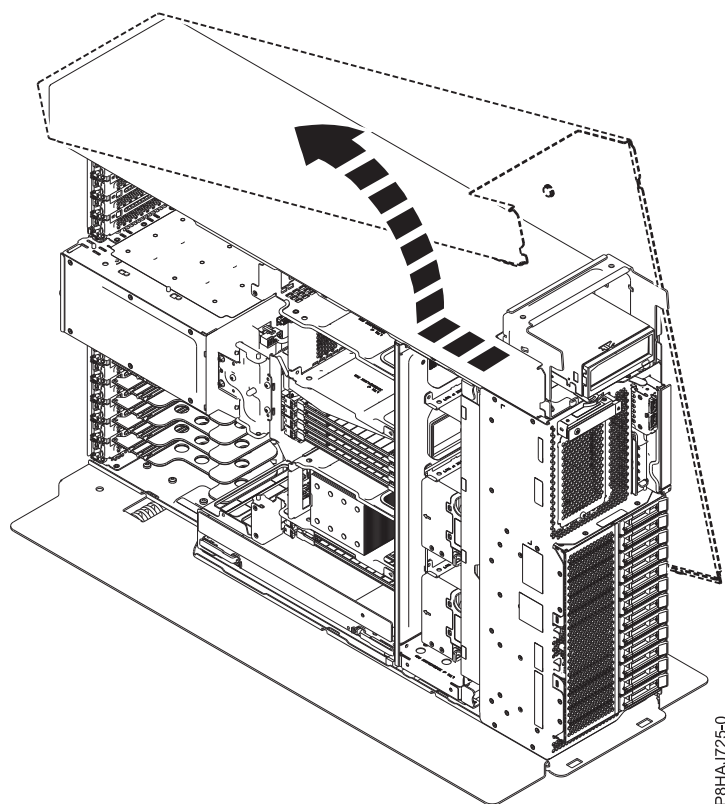

Figura 101. Remover a tampa lateral do 8286-41A
5. Deslize a tampa lateral do sistema na direcção que é apresentada na Figura 101.